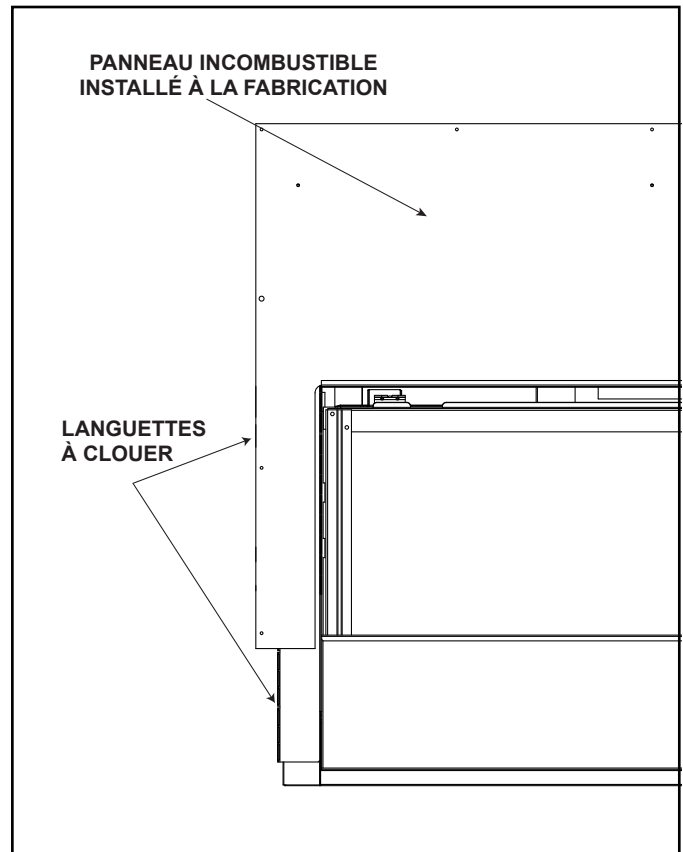

Figure 13.1 Position d'installation des languettes à clouer.
1. Pliez deux languettes à clouer à 180 degrés en les éloignant du foyer vers la gauche et la droite. N'apportez aucun réglage à la colonne des divisions de sécurité. Voir la figure 13.1.